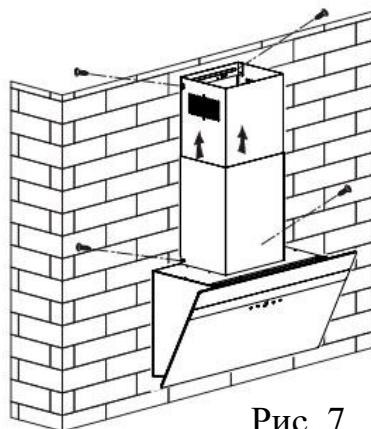

Рис. 7
- Отрегулируйте высоту короба в соответствии с положением кронштейна и закрепите его с помощью 4 шт. винтов ST4 \* 8 мм. Смотрите Рис. 7